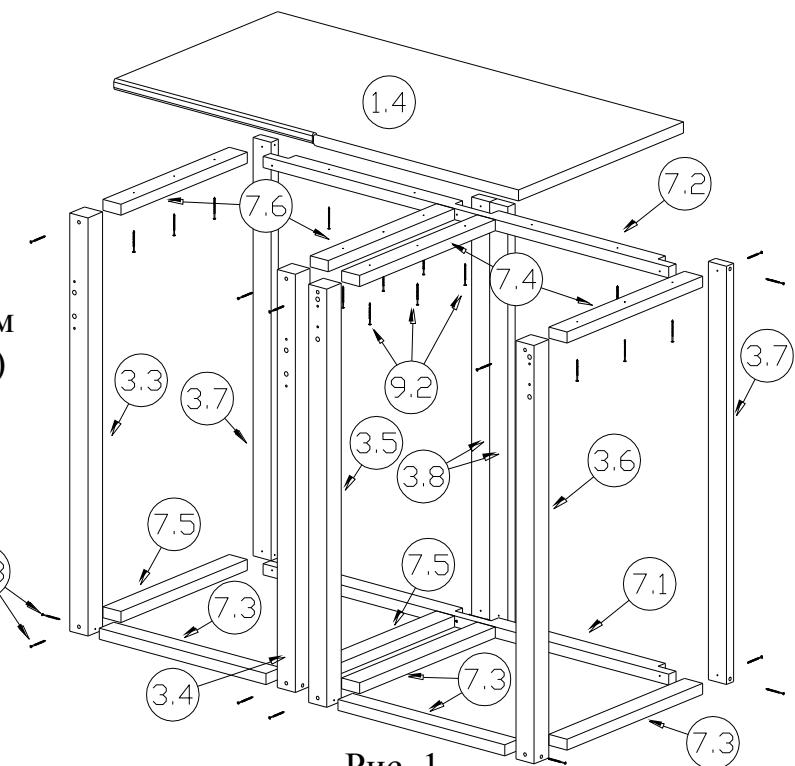

Рис. 1
- 3.3. Последовательность сборки лестницы приведена на рис. 1 – 6.2.